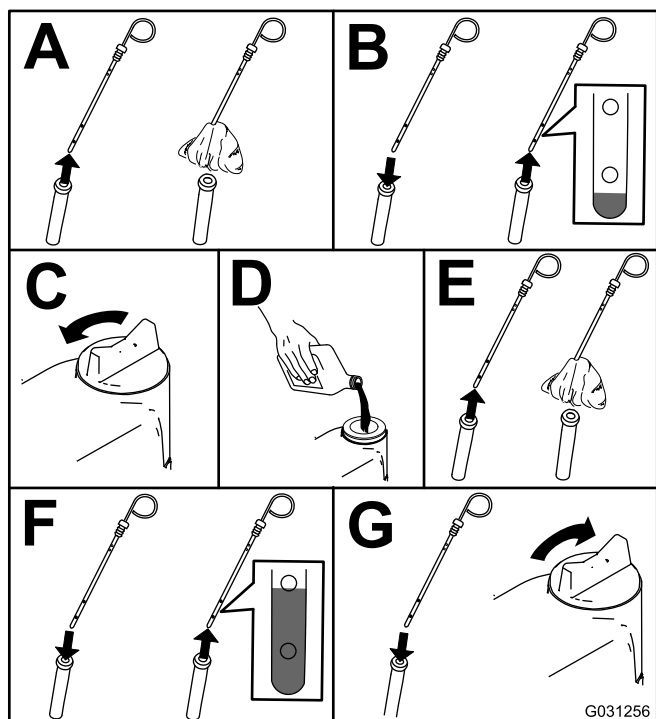

Рисунок 71
2. Проверьте уровень масла в двигателе (Рисунок 71).